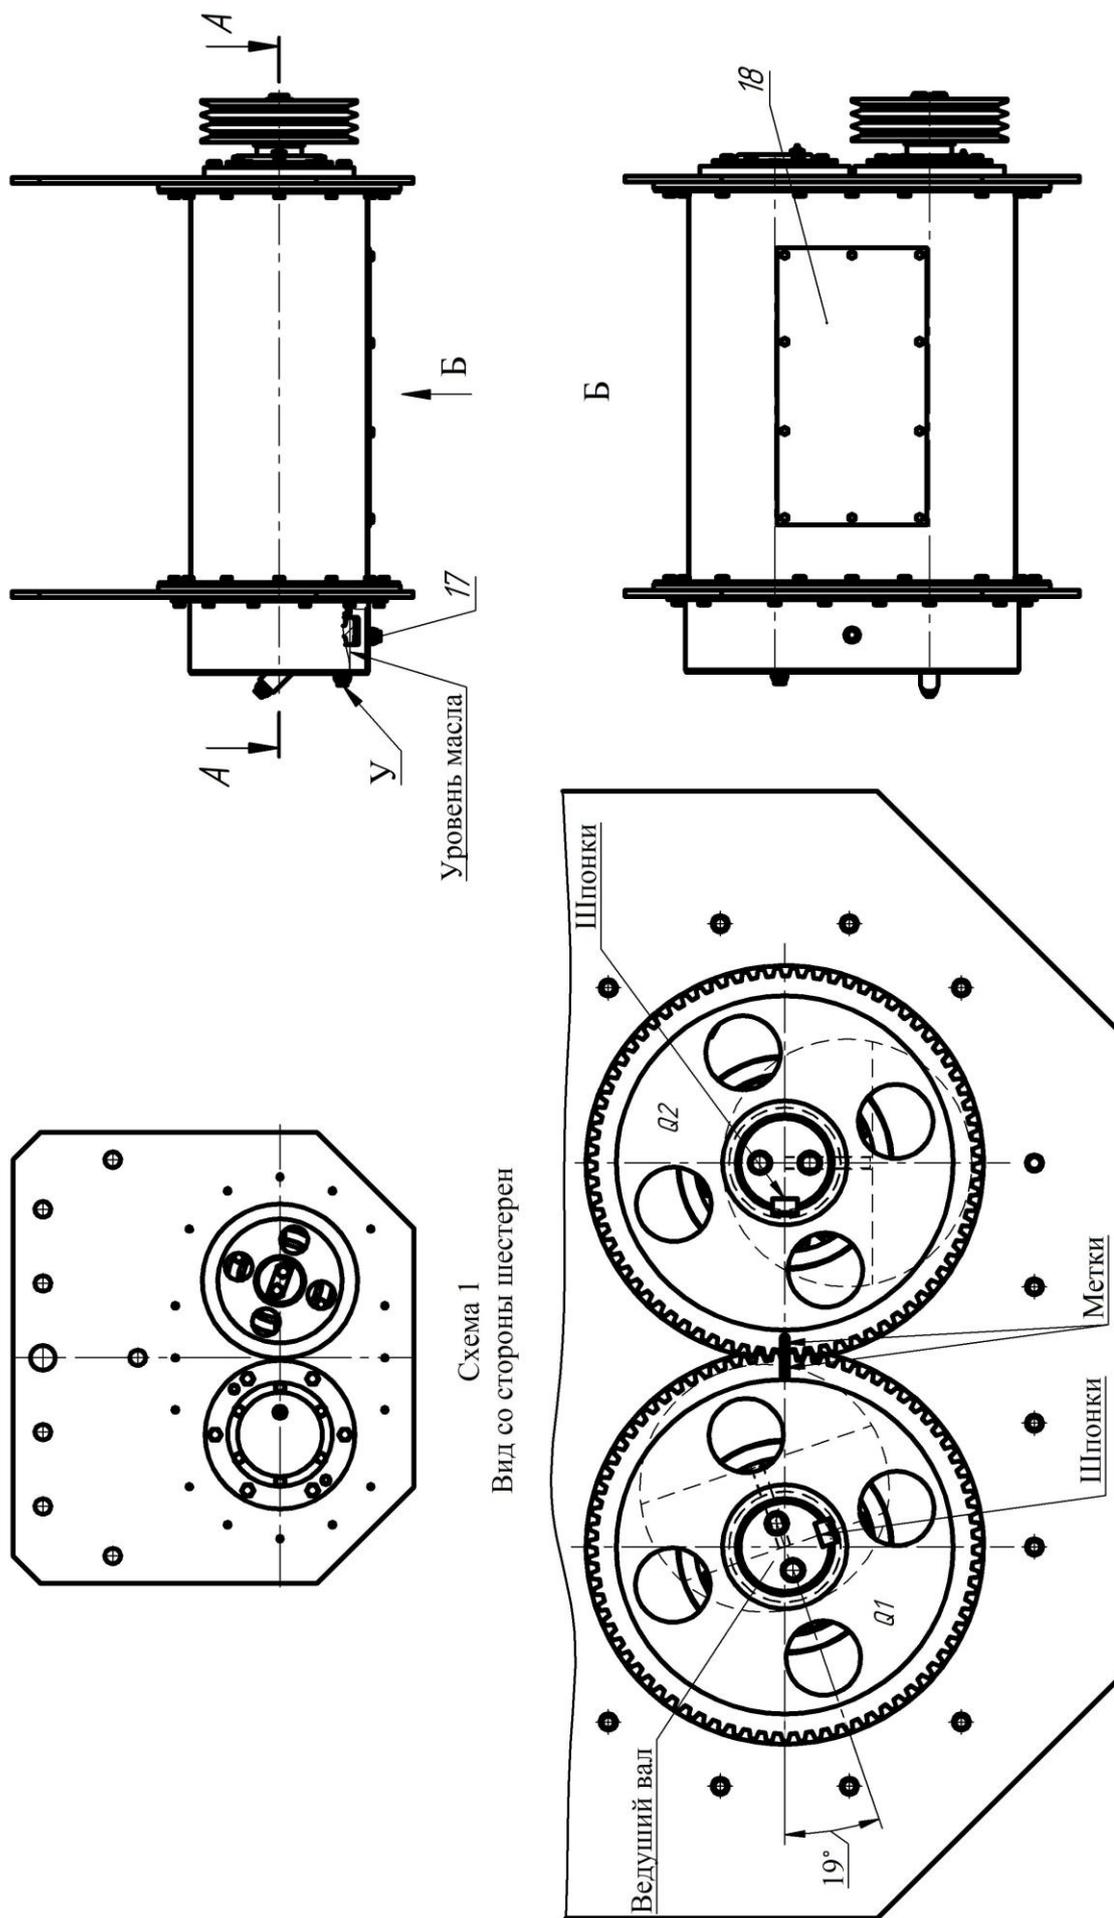

Рис. 4. Виброузел.
1. Отвернуть болты крепления и снять крышку поз.18 (рис. 4) кожуха дебалансов.
- 1) Отвернуть сливную пробку поз.17 (см. рис.4) и слить отработанное масло.
10.4. Сборка производится в обратной последовательности. При сборке особое внимание необходимо обратить на установку шестерен поз.8 и 9 и расположение дебалансов поз.5 и 6. Шестерни установить строго по меткам (см. схему на рис. 4).